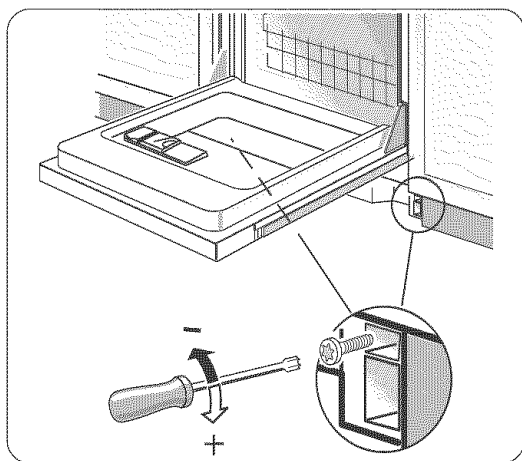

Ilustración 29
- 2) Introduzca los tornillos como muestra la Ilustración 29. Dele vuelta al tornillo en el sentido del reloj para aumentar la tensión del resorte. Al girar el tornillo contrario al reloj, la tensión del resorte se reduce.